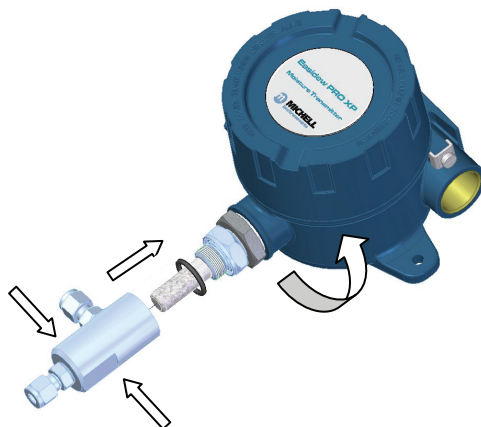

图 8 变送器安装 - 样品块
2. 确保O形环（见图 8）正确地处于工艺连接的O形环槽内，并且在其暴露的表面上没有污染物或碎屑。